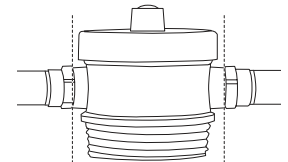

Figure 2
4. Calculez le bon espacement requis pour les composants (environ 1,91 cm des insertions du conduit existant dans chaque raccord) (voir la Figure 2).